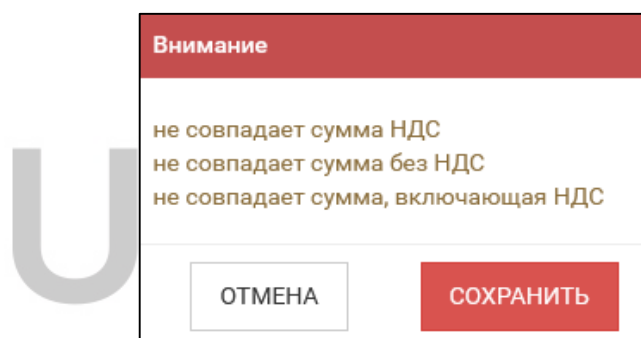

Рис. 142
**Сумма без НДС / Сумма НДС / Сумма с НДС** - итоговые суммы по документу (поле не обязательное для заполнения). При сохранении документа эти суммы будут сравниваться с реально введенными суммами, и при расхождении система будет выдавать сообщение о несовпадении сумм (см. Рис. 142).